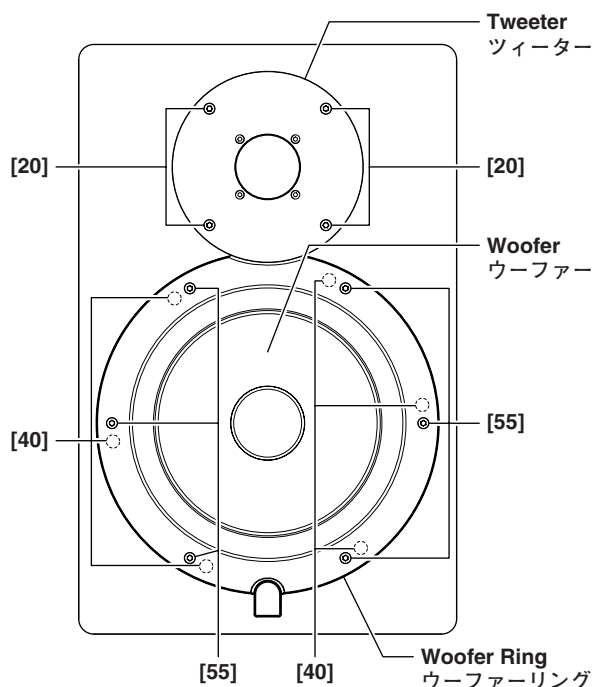

Fig. 1 (図1)
- ⑤ ROOM CONTROL スイッチ
- ⑥ HIGH TRIM スイッチ
- ⑦ LOW CUT スイッチ
- ⑧ AC IN 端子
- ⑨ Power インジケータ
- 1-1 Remove the six (6) screws marked [55]. The woofer ring can then be removed. (Fig. 1)
- 1-2 Remove the six (6) screws marked [40]. The woofer can then be removed. (Fig. 1)
Remove the four (4) screws marked [20]. The tweeter can then be removed. (Fig. 1)
- 1-1 [55]の六角孔付きボルトを6本外し、ウーファーリングを外します。(図1)
- 1-2 [40]のネジを6本外し、ウーファーを外します。(図1)
[20]の六角孔付きボルトを4本外し、ツィーターを外します。(図1)